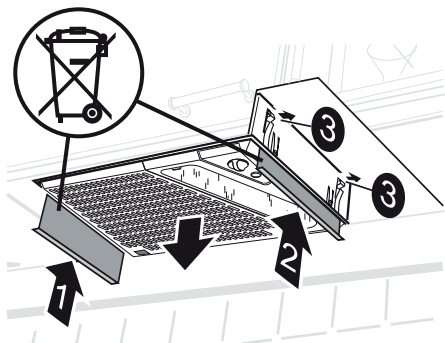

Fig. 41
Trykk demonteringsplatene (1 og 2) opp mellom kjøkkenheten og innbyggingsrammen, slik at fjærene (3) frigjøres. Trekk kjøkkenheten ned fra innbyggingsrammen, Fig. 41.